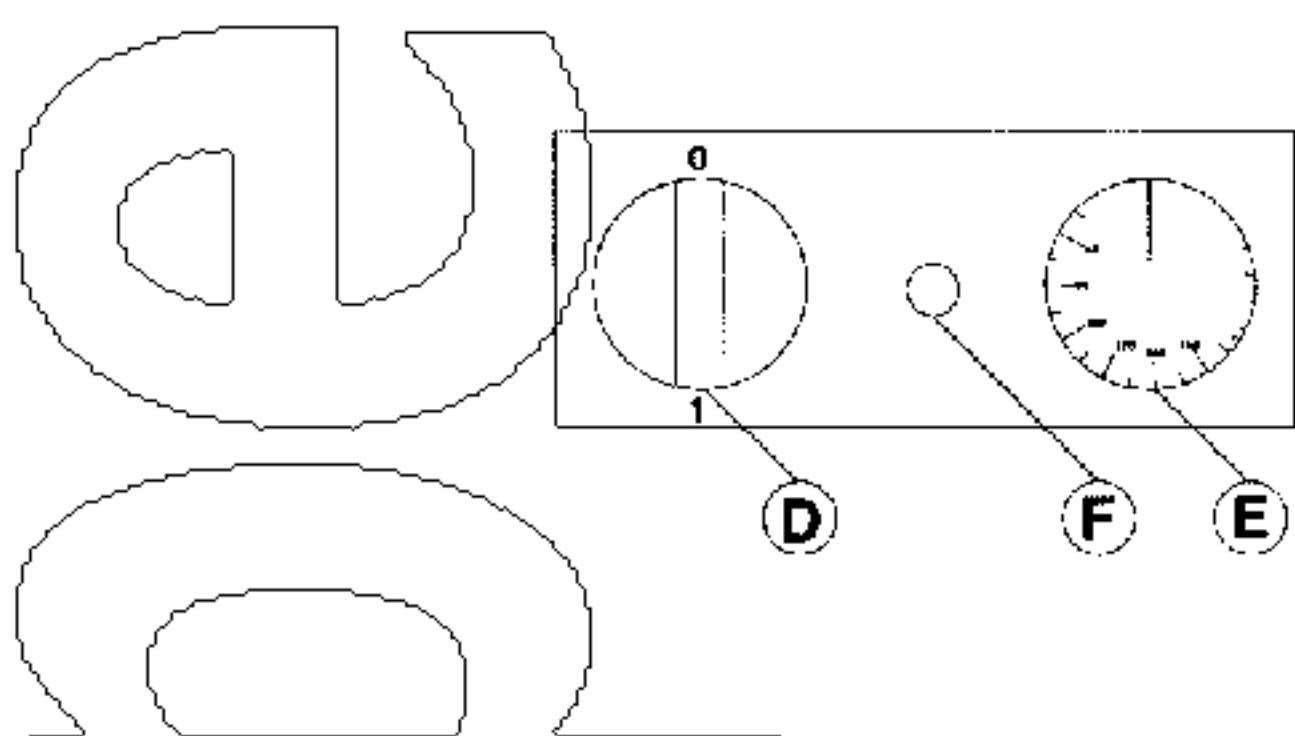

Рис.2
4. Включите оборудование в сеть при помощи сетевого выключателя (D, рис.2). При этом должна загореться подсветка выключателя.
5. Поверните ручку терmostата (E, рис.2) в положение, соответствующее требуемому значению температуры. При этом должен загореться световой индикатор (F, рис.2), оповещающий о том, что включены нагревательные элементы. При достижении заданной температуры термостат отключит нагревательные элементы и световой индикатор (F, рис.2) погаснет.